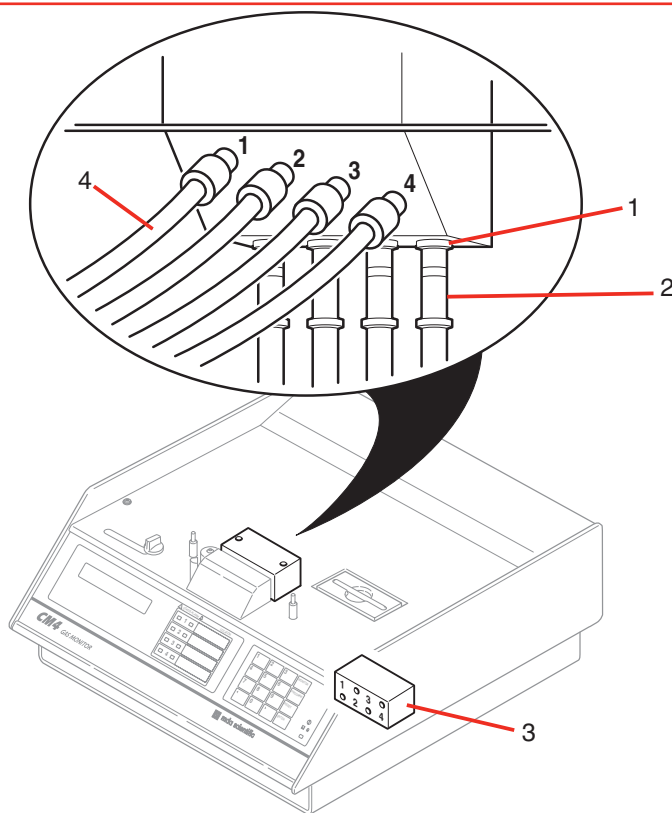

Рис. 9-11. Блок микротрубок
5. Отпустите, затем отсоедините трубки датчика давления от блока оптики (см. рис. 9-11).
2. Снимите блок микротрубок. Удалите винты, крепящие его к оптическому блоку и трубке фильтра (3). См. рис. 9-11